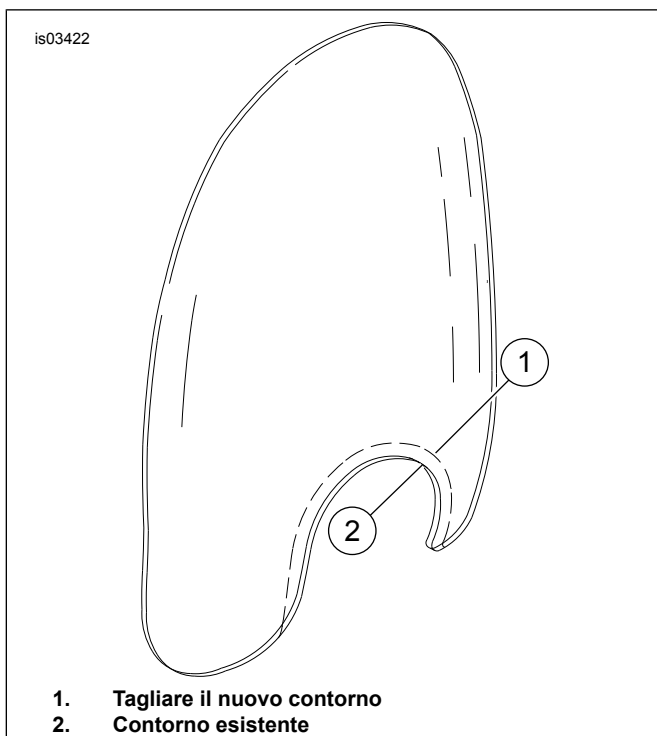

Figura 9. Rifilatura del parabrezza rimovibile
1. Vedere Figura 9. Coprire gli ultimi 51 mm (2 in) del parabrezza vicino al bordo del faro anteriore, su entrambi i lati, con due strati di nastro per mascheratura. Questo nastro fornisce la superficie su cui eseguire il nuovo taglio e nel contempo permette di eseguire un taglio pulito.
2. Contrassegnare il tracciato del nuovo taglio lungo il contorno esistente del faro anteriore, a circa 31,75 mm (1-1/4 in) di distanza da esso, come mostrato nella Figura 9. Il nuovo taglio è mostrato dalla linea tratteggiata (1) nella Figura 9.